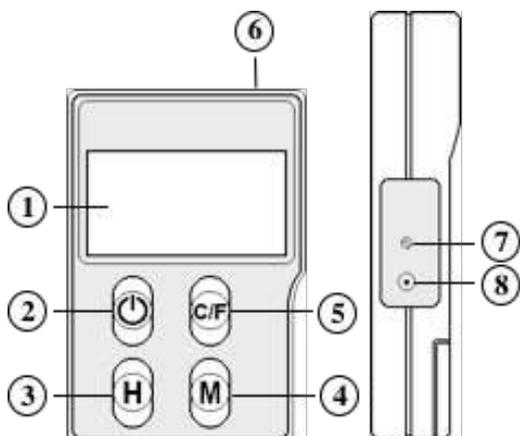

Рис.2
4. При наличии блока питания от электросети (приобретается дополнительно), подключите разъем блока питания к разъему основного блока (см. п.8, Рис.2). Воткните блок питания в розетку бытовой электросети. При подключенном блоке питания элемент питания, установленный в прибор, не используется. При отключении прибора от блока питания прибор автоматически переключится на питание от элемента питания.
5. Подключите к устройству датчик относительной влажности и температуры воздуха (см. п.6, Рис.2).
1. Периодически производите калибровку температуры при помощи отвертки и калибровочного винта на корпусе прибора (см. п.7, Рис.2). В качестве эталонного значения температуры используйте показания других приборов, заслуживающих доверие.